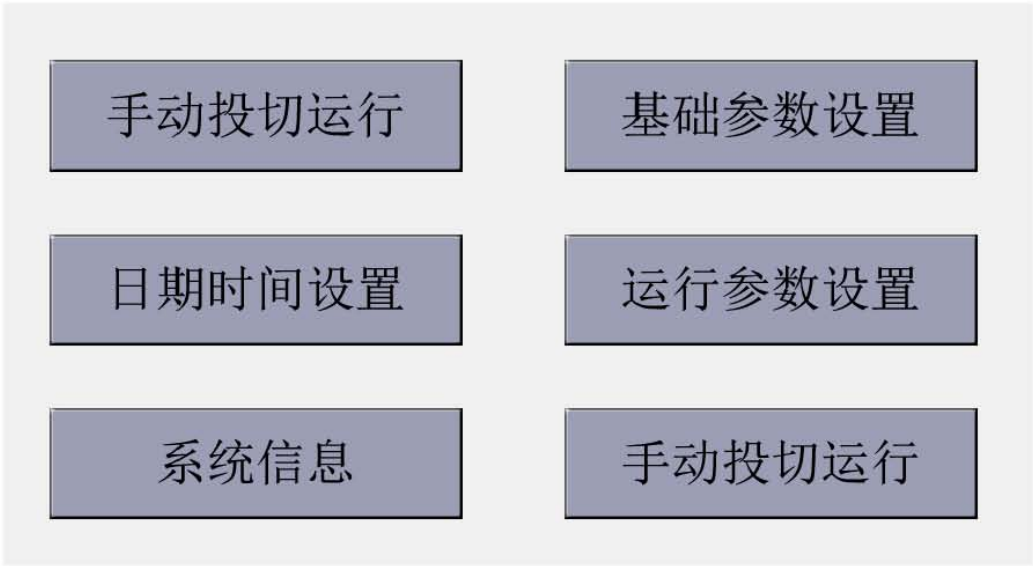
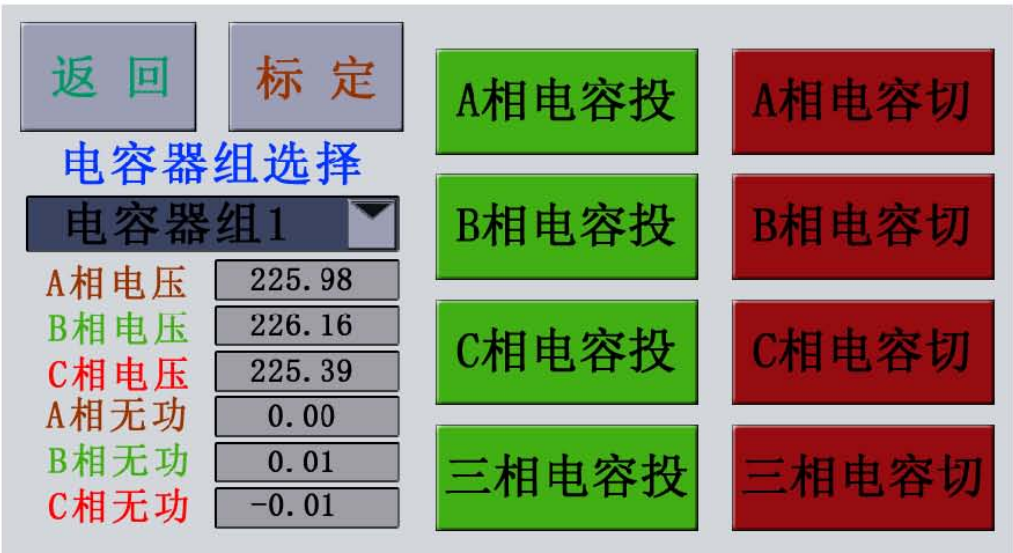

图 3-1
图 3-2
3、进行步骤二操作后进入如图 3-1 界面，用户可进入手动投切运行界面、运行参数设置界面和日期时间设置界面。
(1) 图 3-1，点击手动投切运行按钮进入手动投切界面，如图 3-2 所示。用户可手动选择电容器组以及每组中三项电容的投切，随着不同电容的投切 ABC 三相的无功也会有所改变，操作完成后点击返回按钮即可返回如图 3-1 界面。
(2) 如图 3-1，点击运行参数设置按钮进入运行参数设置界面，如图 3-3 所示。在此界面中用户可按照用户需求进行更改如互感器变比（如：500/5A 互感器，输入 500 即可）、投切间隔、地址编码等，并开启无线数传，填写参数后点击保存按钮会出现如图 3-4 所示界面，单击确认即可。保存后用户可点击返回按钮返回如图 3-1 界面，也可以点击运行按钮返回如图 2-1 所示的运行界面。
(3) 如图 3-1，点击日期时间设置按钮进入设置界面，如图 3-5 所示。用户可以自行更改系统的时间及日期，更改后点击确认即可。
(4) 以上操作结束后，若在如图 3-1 所示的界面，可以点击返回运行状态按钮返回如图 2-1 所示的运行界面。
以上操作结束后，若在如图 3-1 所示的界面，可以点击返回运行